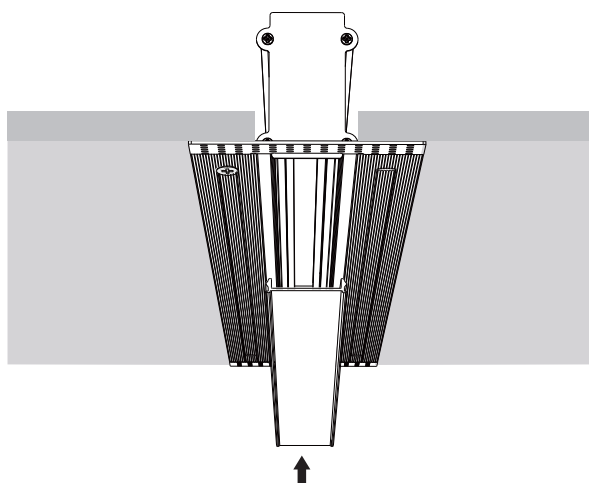
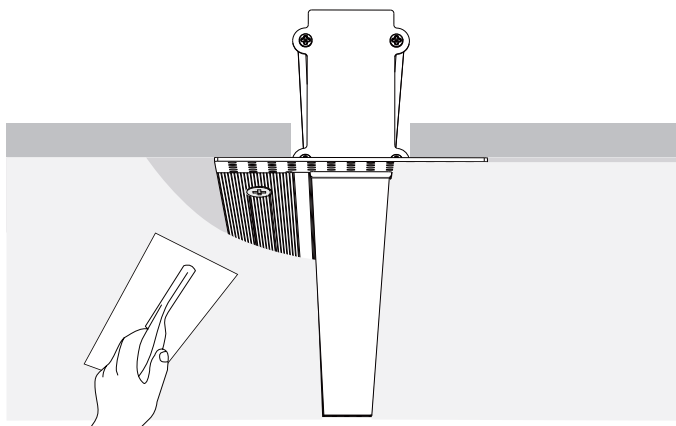

Figure 18
Figure 19
3. Mettez le couvercle sur le rail (figure 18) et appliquez le matériau désiré (non fourni) pour couvrir les barres (Figure 19).